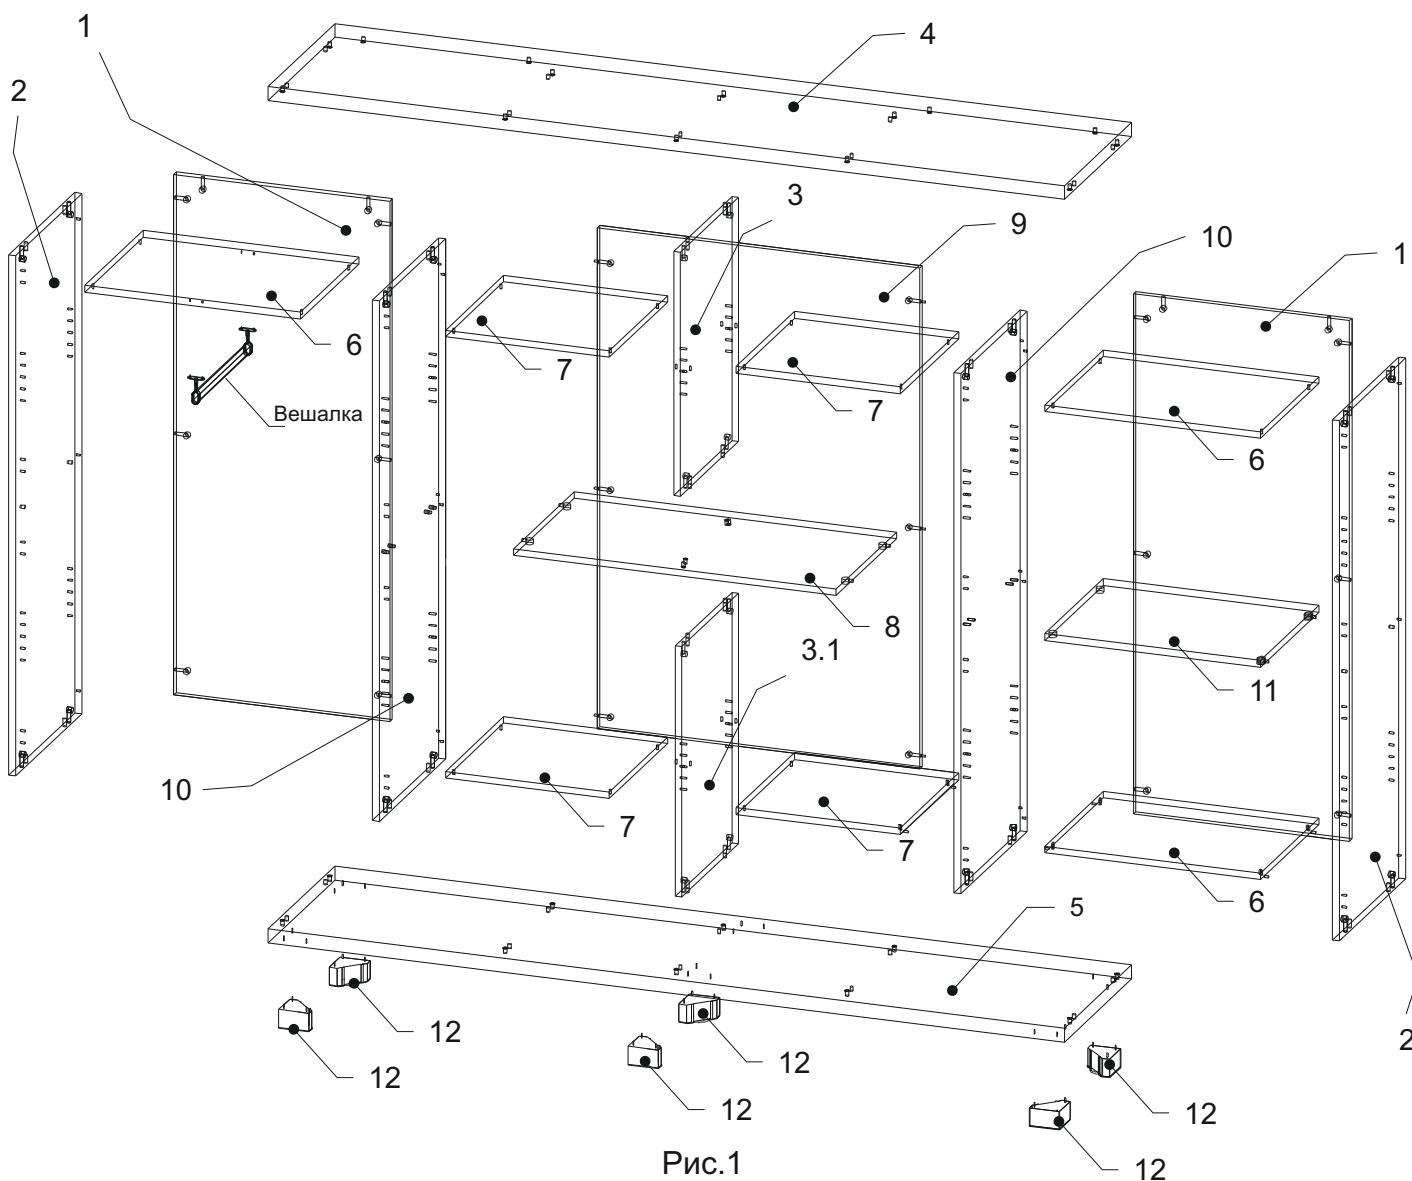
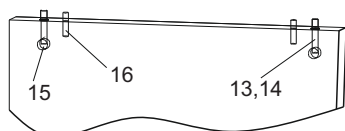

Рис.1
Рис.2
На рис.1 изображена схема шкафа с секцией гардероба слева.
- 1) Установка фурнитуры для крепления горизонталей относительно пункта 5 и рис.1 должна соответствовать дальнейшему расположению секций гардероба и стеллажа
- В детали 1, 2, 3, 3.1, 9 и 10 вставить эксцентрики (15) стрелками к торцевым отверстиям, а в детали 2, 3, 3.1 и 10 в торцевые отверстия шканты (16) согласно рис.2.
- В предустановленные металлические муфты на деталях 4,5,8 вкрутить дюбели (14) по часовой стрелке до упора. В детали 2 вкрутить по 3шт. дюбели-саморезы (13) в отверстия диаметром 5 расположенные с задней стороны бока 2 (3 отверстия с краю вдоль длинной стороны). А в детали 10 аналогично деталям 2 с двух сторон.
- В одну из деталей 2,10 (на рис.1,3 правая перегородка и правый бок, относящаяся к секции с полками) в центральные отверстия диаметром 8 вбить пластиковые муфты 19 и вкрутить в них дюбели 18. Во вторую деталь 10 (на рис.1,3 левая перегородка относящаяся к секции гардероба) вбить с противоположной стороны от гардероба пластиковые муфты 19 и вкрутить в них дюбели 18.
- Прикрепить опоры 12 к детали 5 саморезами (22). Для крепления опор на нижней плоскости детали располагаются 18 сверлений диаметром 2,5мм.
- Соединить деталь 4 с деталями из пункта 4 и затянуть эксцентрики по часовой стрелке до упора. Закрыть эксцентрики (15) заглушками (17).
- В оставшиеся отверстия диаметром 8 на деталях 2,10 вставить заглушки (25).
- Установить полки 6,7 на нужной высоте на полкодержатели (21). Закрыть оставшиеся отверстия диаметром 5 заглушками (23).
- К полке 6 расположенной в гардеробной секции прикрепить вешалку (состоит из штанги (26) и штангодержателей (27)). Для крепежа использовать шуруп (28). В случае установки вешалки на деталь 4 без полки 6 прикрепить ответную планку (24) шурупами (28). Ответная планка служит упором для двери.